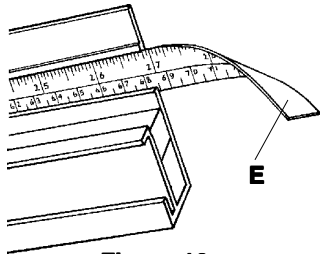
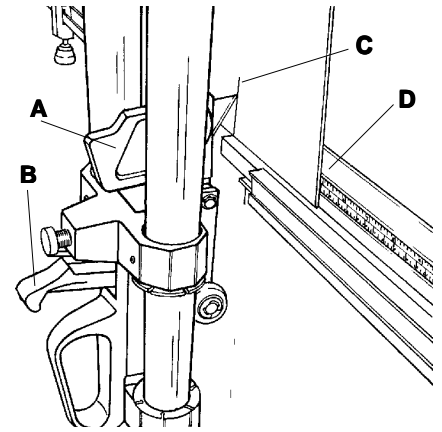

Figure 16
Figure 15
The **RIGHT SUPPORT SCALE** can now be aligned and set in its proper position. Mark a short line on a mat/mount board exactly 6 inches (15cm) from the right edge. Insert the mat/mounting board **PILLAR POST (A)** in the cutting head and lock it with the **SPEED SCREW**. Depress the **SHORT THUMB LEVER (B)** and raise the **CUTTING HEAD**. Place the mat/mount board on the **SQUARING EDGE BAR** and slide it in position so the cutting blade rests exactly on the line **(C)**. See **Figure 15**.
The **RIGHT SUPPORT SCALE** has a strip of double sided tape **(E)** on the back at the right end as seen in **Figure 16**. Slide the **SCALE** out to the right and remove the protective paper from the tape. Now, slide the **SCALE** back to the left until the 6 inch (15cm) index on the **SCALE** lines up with the right edge of the mat/mount board as shown at **(D)** in **Figure 15**. Press on the right end of the **SCALE** and the tape will adhere it in place.
Die **Skala** in der **rechten Halterung** kann jetzt angeglichen und in der richtigen Position befestigt werden. Auf einem Passepartout/Karton ziehen Sie einen Strich, der genau 15 cm von der rechten Kante entfernt ist. Legen Sie den **Passepartout/Karton Halter (A)** in den **Schneidekopf** und ziehen Sie die **Schnellspannmutter** an. Drücken Sie den **kurzen Hebel (B)** und heben Sie den **Schneidekopf** an. Legen Sie das Passepartout/Kartonstück an die **Winkelleiste** an und schieben Sie es in eine Position, so daß die Schneideklinge genau auf dem Strich **(C)** liegt. Siehe **Abbildung 15**.
Auf der Rückseite der **Skala** der **rechten Halterung** befindet sich ein doppelseitiges Klebeband **(E)**, wie in **Abbildung 16** gezeigt. Ziehen Sie die **Skala** nach Rechts heraus und entfernen Sie das Schutzpapier von dem Doppelklebeband. Schieben Sie die **Skala** jetzt wieder nach Links bis die 15 cm Marke auf der **Skala** auf gleicher Höhe mit der rechten Kante des Passepartout/Kartonstückes ist, siehe **(D)** in **Abbildung 15**. Drücken Sie auf das rechte Ende der **Skala**, um sie in dieser Position zu befestigen.
Vous pouvez maintenant aligner la **RÈGLE DE SUPPORT DROIT** et la placer à la bonne position. Tracez une petite ligne sur l'encadrement ou le panneau de montage à 15 cm (6 po.) exactement du bord droit. Introduisez l'**OUTIL (A)** pour la coupe d'encadrements et de panneaux de montage dans la tête de coupe et verrouillez-le à l'aide de la **VIS DE SERRAGE**. Appuyez sur le **LEVIER DE TAQUET COURT** et soulevez la **TÊTE DE COUPE**. Placez l'encadrement ou le panneau de montage sur la **BARRE DE BORD D'ÉQUARRISSAGE** et faites-le glisser à sa place de manière à ce que la lame repose directement sur la ligne que vous avez tracée **(C)**. Référez-vous à la **Figure 15**.
Comme vous pouvez le voir dans la **Figure 16**, la **RÈGLE DE SUPPORT DROIT** comporte une bande de ruban adhésif sur les deux côtés **(E)**. Faites glisser **LA RÈGLE** vers la droite pour la retirer et enlever le papier protecteur qui se trouve sur le ruban adhésif. Refaites ensuite glisser la **RÈGLE** vers la gauche jusqu'à ce que l'index de 15 cm (6 po.) sur la **RÈGLE** soit aligné avec le bord droit de l'encadrement ou du panneau de montage, comme il est indiqué au **(D)** de la **Figure 15**. Appuyez sur le bout droit de la **RÈGLE** et le ruban adhésif la fera coller à sa place.
La **ESCALA DEL SOPORTE DERECHO** puede alinearse y graduarse en su posición correcta ahora. Marque una línea corta en una plancha de mat/mount a exactamente 6 pulgadas (15 cm) del borde derecho. Inserte el **POSTE de PILAR (A)** de tablero de mat/mount en el cabezal de corte y asegúrelo con el **TORNILLO DE VELOCIDAD**. Baje la **PALANCA CORTA DE PULGAR (B)** y eleve el **CABEZAL DE CORTE**. Coloque la plancha de mat/mount en la **BARRA DE ENCUADRE DE BORDE** y deslícelo en posición de manera que la cuchilla de corte descansa exactamente en la línea **(C)**. Vea la **Figure 15**.
Figure 16. Deslice la **ESCALA** hacia la derecha y saque el papel protector de la cinta. A continuación, deslice nuevamente la **ESCALA** hacia la derecha hasta que el índice de 6 pulgadas (15 cm) en la **ESCALA** se alinee con el borde derecho de la plancha de mat/mount como se muestra en **(D)** en la **Figure 15**. Presione sobre el extremo derecho de la **ESCALA** y la cinta se adherirá en su lugar.